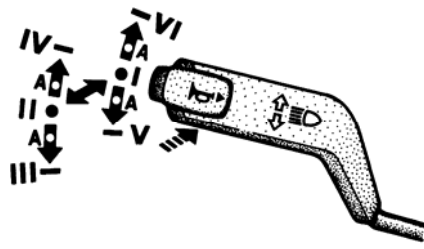

Рис. 5.2. Положение рычага переключателя указателей поворота и света фар (со звуковым сигналом)
3 – рычаг переключения указателей поворота, света фар и звукового сигнала*. Рычаг имеет шесть фиксированных положений – I, II, III, IV, V и VI и четыре нефиксированных положения «А» (рис. 5.2 и 5.3). Если рычаг переключения находится в положении I, а ручка центрального переключателя света в положении II, то горит ближний свет фар. Переместив рычаг в положение II – горит дальний свет фар и загорается сигнализатор синего цвета. При неоднократном перемещении рычага переключателя из положения I на себя вдоль рулевой колонки (положение нефиксируемое) происходит сигнализация дальним светом фар. При нажатии на кнопку рычага (из любого его положения) вдоль оси включается звуковой сигнал (без фиксации) – см. рис. 5.2.
*На части автомобилей звуковой сигнал включается переключателем указателей поворота и света фар (см. рис. 5.2).